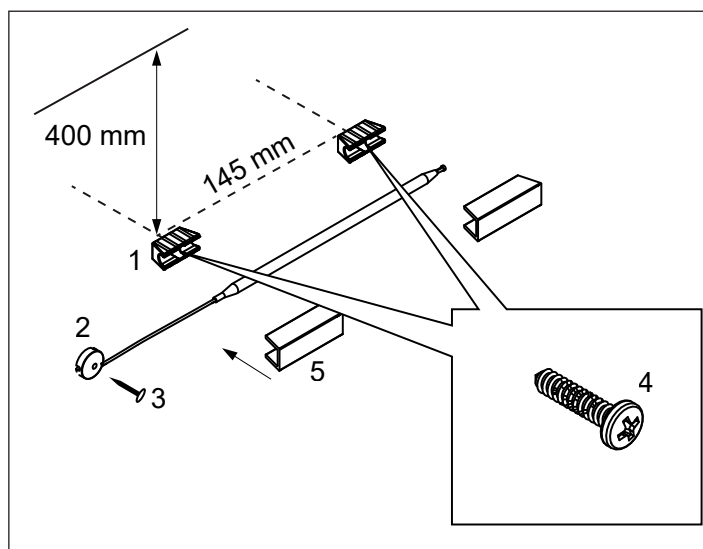
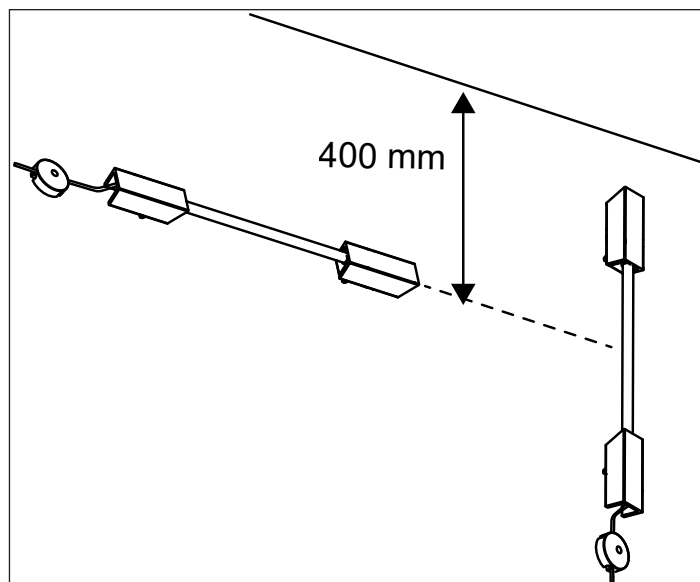
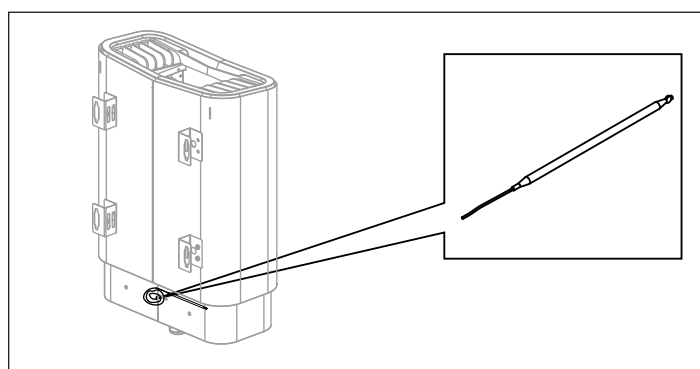

Fig 12: Installera temperatursensorn
Fig 13: Temperatursensorn
Fig 14: Hitta temperatursensorn
Montera temperatursensorhållarna, (se (1) i Fig 12) med de två medföljande skruvarna (4) 400 mm ned från taket och 145 mm emellan.
Skjut in temperatursensorn (hittas på baksidan av aggregatet, se Fig 14) och sätt på profilerna. Fäst kapillärröret med clipsen (2) och dyckerten (3) (se Fig 12). Sensor kan placeras antingen vertikalt eller horisontellt, se fig 13
Vid inkoppling till spänningar eller fas-tal, som inte anges i kopplingschema (se Fig 14), kontakta Tylö kundservice.